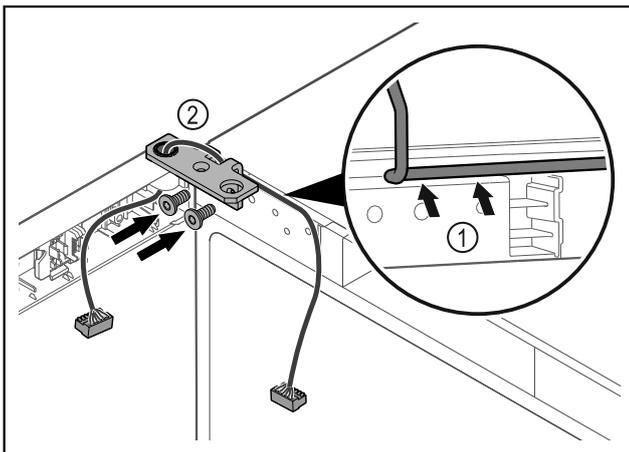

Fig. 46
- ▶ Prakiškite laidą pro šarnyrinio kampuočio angą ir atsargiai nutieskite Fig. 46 (1).
- ▶ Prisukite šarnyrinį kampotį Fig. 46 (2).